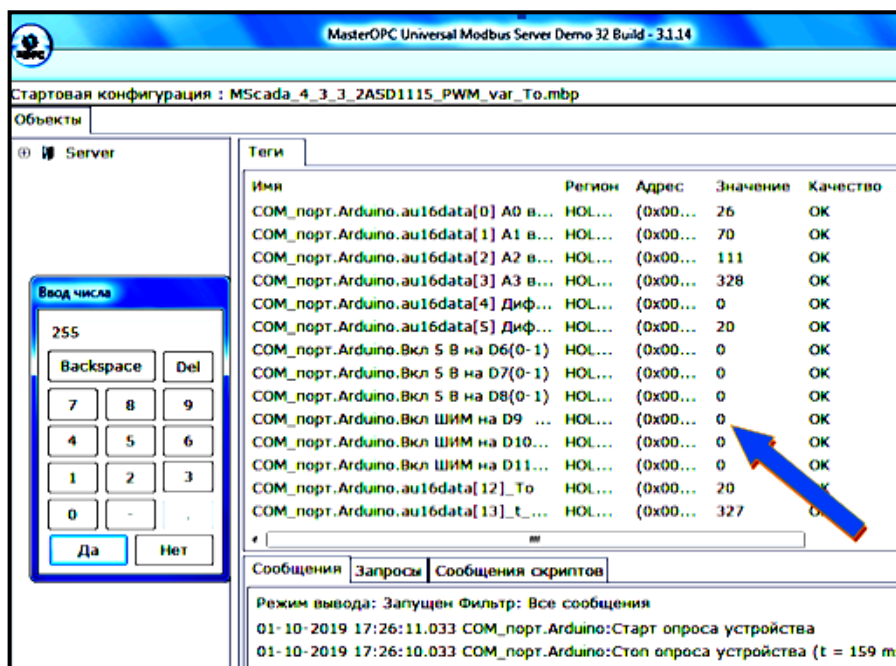

Рис.6. Отправление сообщения на устройство
- 5.** Для проверки правильности настроек запустить режим опроса OPC-сервера. Если в столбце "Значения" появляются изменяющиеся значения параметров, а в столбце "Качество" стоят значения "ОК" (рис.6), значит подключение OPC сервера осуществлено правильно.
Для проверки отправки данных с OPC сервера необходимо вызвать меню данных, что осуществляется двумя кликами мыши по значению параметра. При этом появляется меню типа калькулятора, с которого можно опрарвить данные в устройство (рис.6).